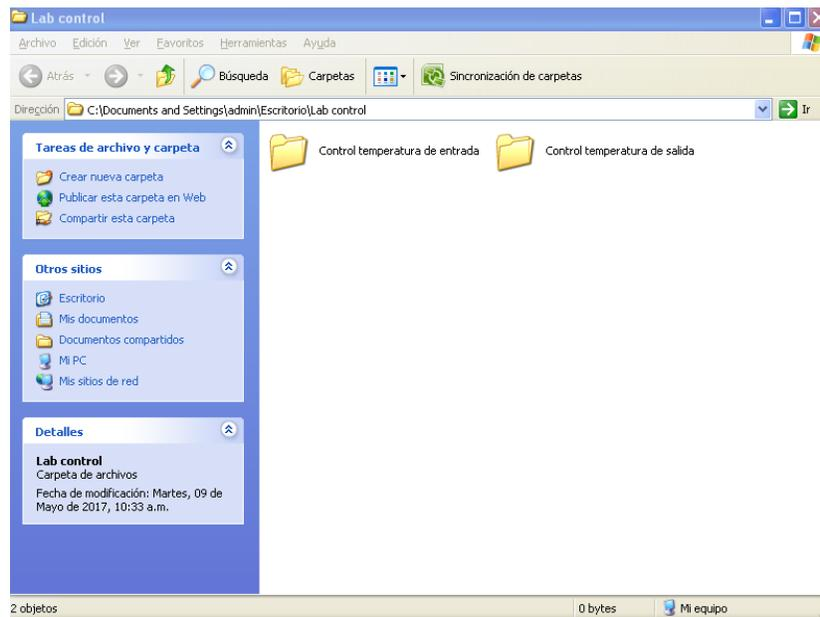

Imagen 7.
4.2. Dentro de esta encontrará dos carpetas: “Control temperatura de entrada” y “Control temperatura de salida”. Abra la que requiera, dependiendo de la práctica que esté desarrollando. (Ver imagen 7)